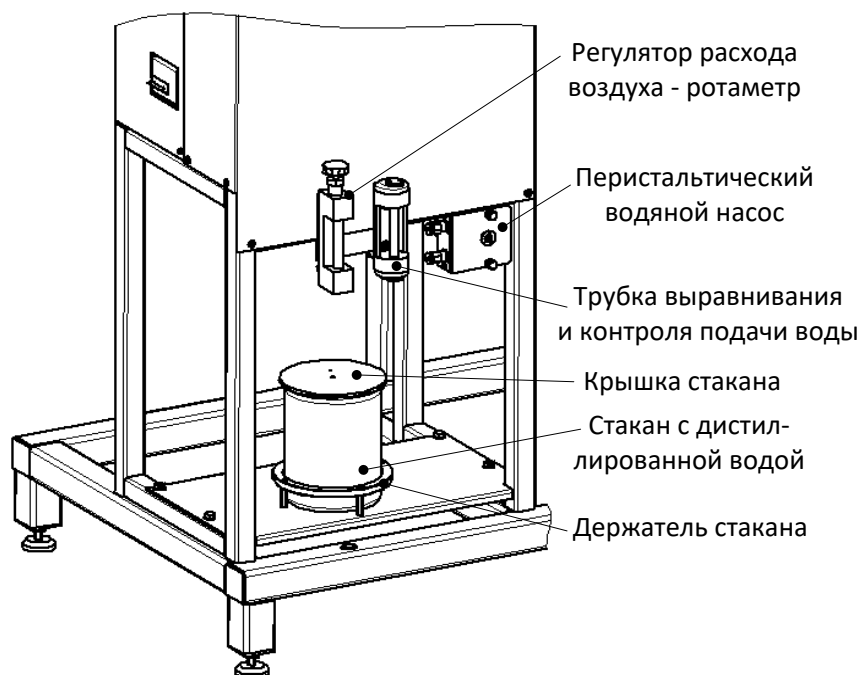
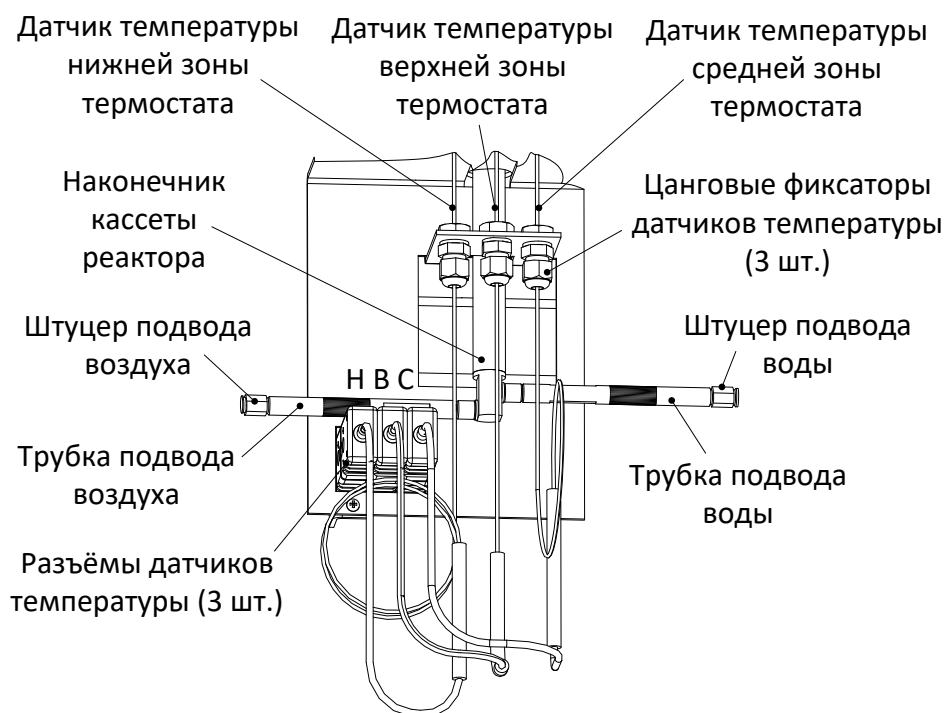

Рисунок 3 – Блок регулирования расхода
Рисунок 5 – Нижняя часть блока нагрева
Подача сжатого воздуха в блок нагрева осуществляется компрессором, находящимся внутри блока регулирования расхода. При этом каких-либо внешних источников сжатого воздуха не требуется. Необходимый расход воздуха устанавливается вращением ручки регулятора (см. рисунок 3) и контролируется по шкале ротаметра. Для генерации пара используется дистиллированная вода, уровень которой в стакане определяется визуально. Стакан с дистиллированной водой устанавливается в держатель и накрывается крышкой с гибкой трубкой (гибкие соединительные трубки на рисунке условно не показаны). Стакан можно снимать с держателя по мере необходимости, например, при проведении регламентных работ. Забор воды из стакана производится перистальтическим водяным насосом. Перед подачей в блок нагрева вода проходит через трубку выравнивания и контроля подачи воды, которая обеспечивает равномерность потока и по которой визуально можно оценить работу насоса.
4.2.3 С нижней части блока нагрева (рисунок 5) отключить гибкую трубку от штуцера подвода воды. Это производится путём нажатия на синее кольцо БРС вокруг трубки и одновременным вытягиванием её со штуцера (можно сделать одной рукой). Расположить свободный конец трубки на уровне перистальтического насоса относительно пола (рисунок 3) над какой-либо небольшой ёмкостью.